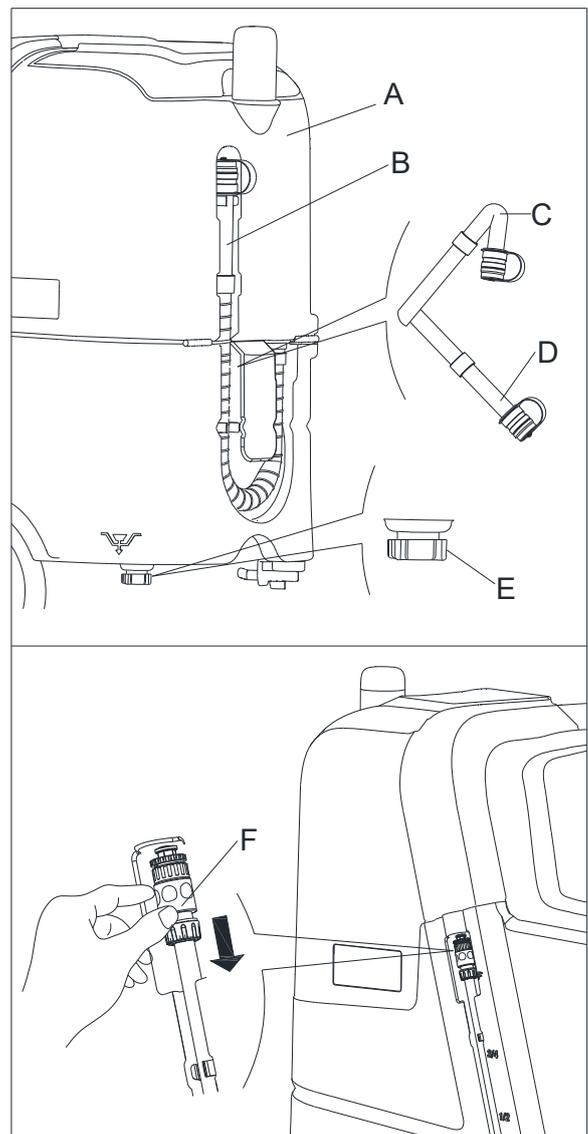

Abbildung 9
Wenn die rote LCD-Anzeige (35, Abbildung 2) leuchtet, ist der Sammelbehälter (A, Abbildung 9) voll, der Saugmotor hört auf, den Boden zu trocknen. Leeren Sie den Sammelbehälter in Schritten:
3. Drain the recovery tank using the drain hose (B, Figure 9), then clean the recovery tank.
Beim Ablassen des Schmutzwassers, muss der Ablaufschlauch abgebogen sein (C, Abbildung 9) und in eine niedrige Stellung bewegt werden (D, Abbildung 9), bevor Sie die Ablaufschlauchabdeckung öffnen. Vermeiden Sie, dass der Ausgang des Ablaufschlauches beim Ablassen nach oben zeigt, um zu verhindern, dass der Betreiber vom Schmutzwasser bespritzt wird.
2. Leeren Sie den Lösungsmitteltank durch die Ablassabdeckung (E, Abbildung 9). Danach spülen Sie den Tank mit sauberem Wasser.
Das Wasser kann auch durch Ziehen des Abflussanschlusses (F, Abbildung 9) abgelassen werden.